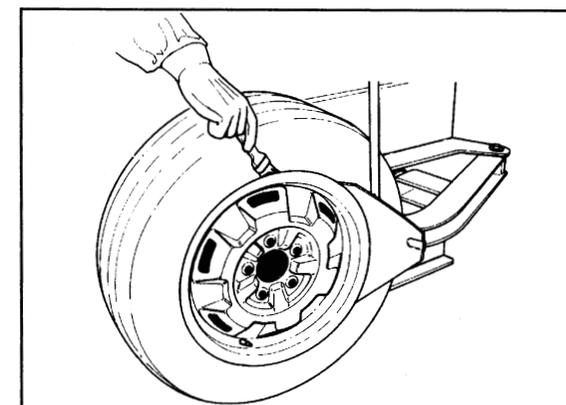

Рис. 21
**В.** Отожмите от диска наружный борт шины, начиная с противоположной вентилю стороны. Смажьте поверхности соприкосновения борта шины и диска специальной смазкой. Отожмите внутренний борт. Не удерживайте педаль в нажатом положении дольше, чем требуется, поскольку при сильной деформации шины возможно повреждение борта. Обильно смажьте диск и борт (рис. 21).